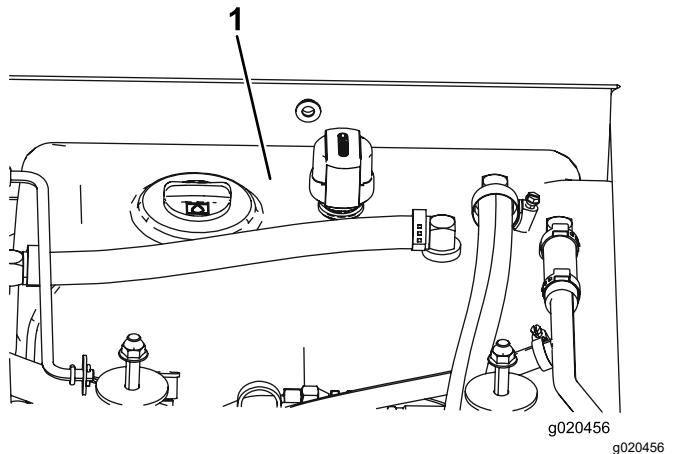

Bild 116
4. Füllen Sie den Hydraulikbehälter (**Bild 116**) mit Hydrauliköl, siehe Prüfen des Hydrauliköls \(Seite 83\).